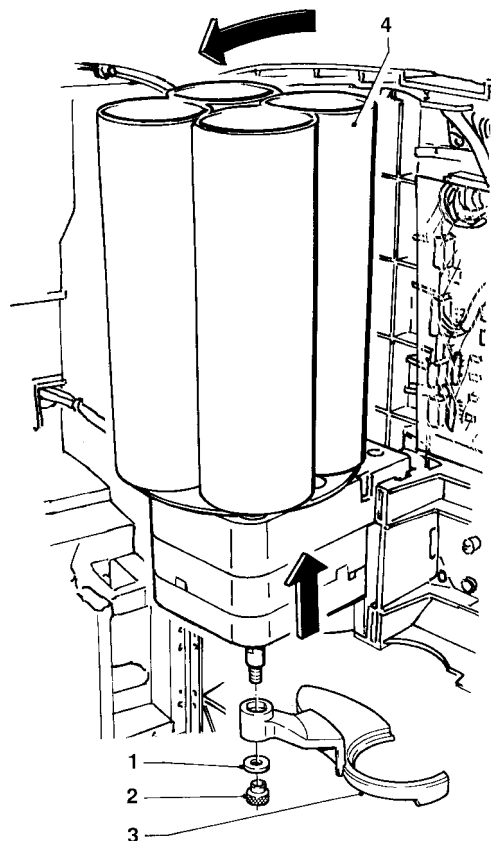

Abb. 3
- Becherautomat zuerst leicht aufziehen und dann neigen (siehe Abb. 3);
In regelmäßigen Abständen ist es erforderlich den Verstellarm der Becher zu reinigen, nachdem er vom Gerät abgenommen worden ist. Zur Demontage muß die gerändelte Mutter vollkommen abgeschraubt werden (s. Abb. 3). Bei Wiedereinbau muß die Entfernungsscheibe sorgfältig wiedereingeführt werden.